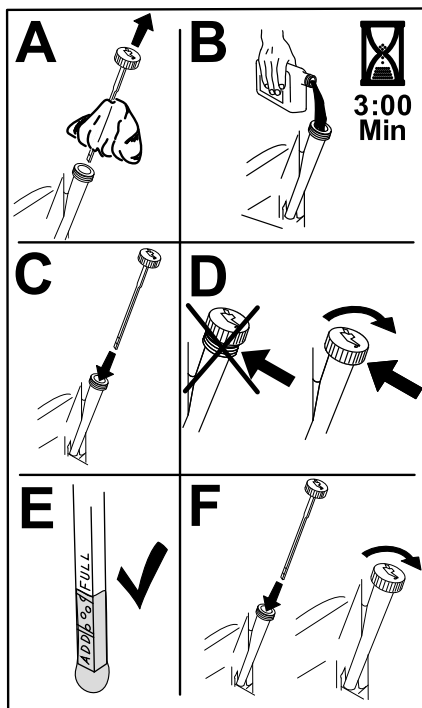

Figura 38
5. Vierta lentamente un 80 % aproximadamente del aceite especificado por el tubo de llenado, luego añada lentamente el resto del aceite hasta que llegue a la marca de **Lleno** (Figura 38).
3. Llene el cárter con el tipo correcto de aceite nuevo (Figura 38).